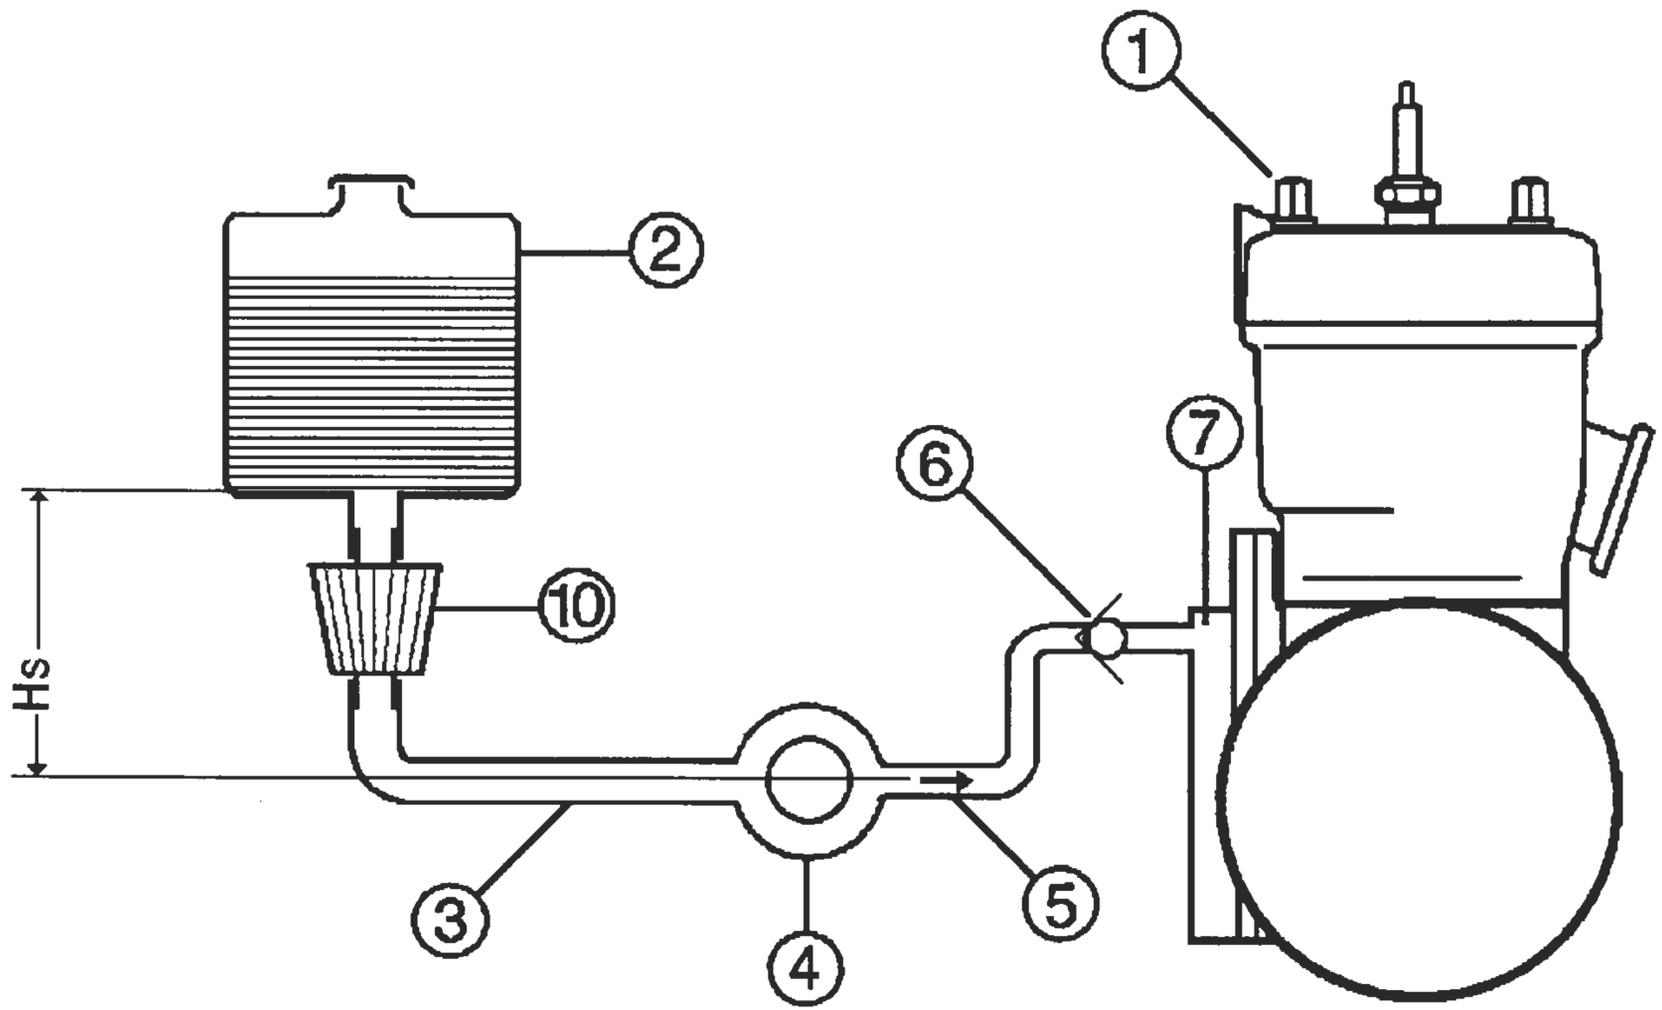

Fig.2
- 11.3.2) Réservoir d'huile de la contenance susmentionnée installé de manière à ce que la sortie du fond ne soit pas plus basse que le raccord d'entrée de la pompe (voir fig.2).